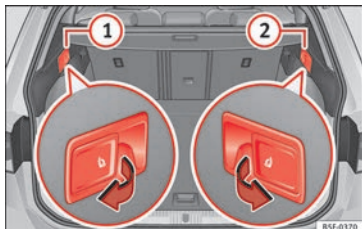

Abb. 112 Im Kofferraum: Entriegelungshebel im Abstand der Teile links (1) und rechts (2) von der Rückisitzlehne.
- Ziehen Sie am Hebel zur Fernentriegelung auf der linken » Abb. 112 (1) oder der rechten (2) Seite der Rückenlehne in Pfeilrichtung. Der entriegelte Teil der Rücksitzbank klappt nun automatisch nach vorn um.